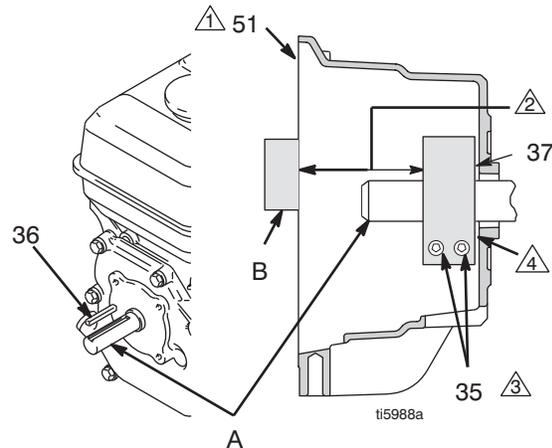

FIG. 9
4. FIG. 9. Afloje los dos tornillos (35) de la abrazadera (37).
5. Introduzca el destornillador en la ranura de la abrazadera (37) y saque ésta.
1. FIG. 9 Instale la chaveta del eje del motor (36).
2. Golpee ligeramente la abrazadera (37) en el eje del motor (A). Mantenga la distancia mostrada en la nota 2. El lado biselado debe quedar dirigido hacia el motor.
3. Compruebe la distancia: coloque una barra de acero recta y rígida (B) a través de la superficie del cárter del embrague (51). Utilice un dispositivo de medida preciso para medir la distancia entre la barra y la superficie de la abrazadera. Ajuste la abrazadera según sea necesario. Apriete los dos tornillos (35) a un par de 125 ±10 in-lb (14 ±1,1 N·m).
4. Instale el inducido (38) en el eje de accionamiento del motor.
5. Instale los cuatro tornillos (35) y las arandelas de seguridad (34) y apriételas a un par de 125 in-lb.